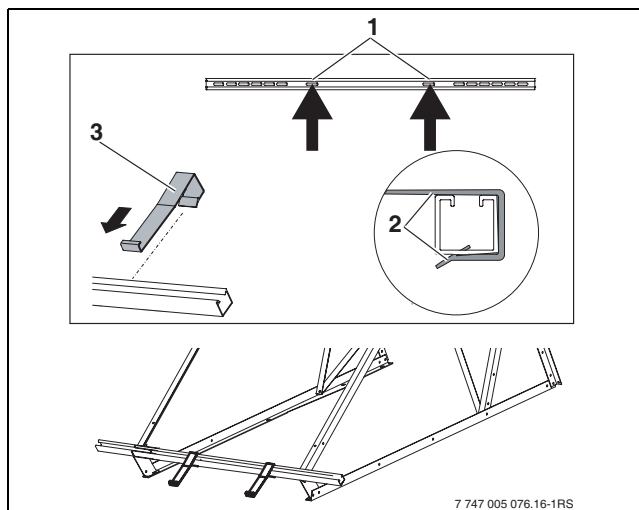

Bild 16 Abrutschsicherungen einhängen
- Abrutschsicherungen (Bild 16, [3]) jeweils in den innen liegenden Langlöchern [1] von außen so weit über die Profilschienen schieben, bis sie einrasten [2].